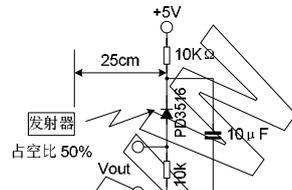

图1. 标准的发射器测量方法
- (1) 测量位置 ..... 室内, 没有过多的光干扰
- (2) 周围光源 ..... 在普通的非高频荧光灯下表面照度在  $200 \pm 50 \text{Lux}$  之内。
- (3) 标准发射 ..... 图2中的脉冲串波形是在图1的测试图中测试, 标准的发射波形为  $50\text{mVp-p}$ 。